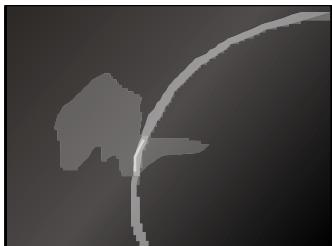

Fig. 13
- Los cambios de color con irisaciones metálicas, fig. 13, surgen por el rozamiento del fondo de los utensilios de cocina o por utilizar un producto de limpieza no adecuado. Se pueden quitar con esfuerzo, utilizando un producto de limpieza recomendado. Posiblemente tendrá que repetir la limpieza varias veces.